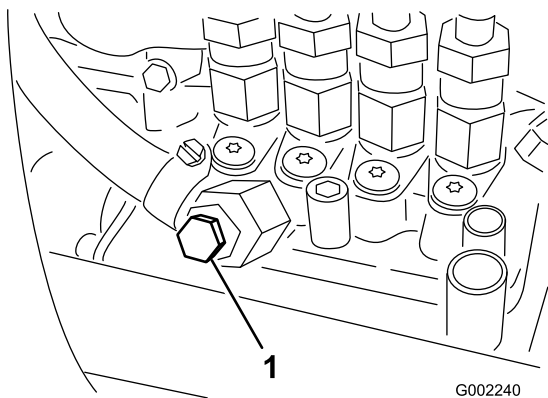

Figura 42
- Desaperte o parafuso de drenagem que se encontra na bomba de injeção de combustível (Figura 42).